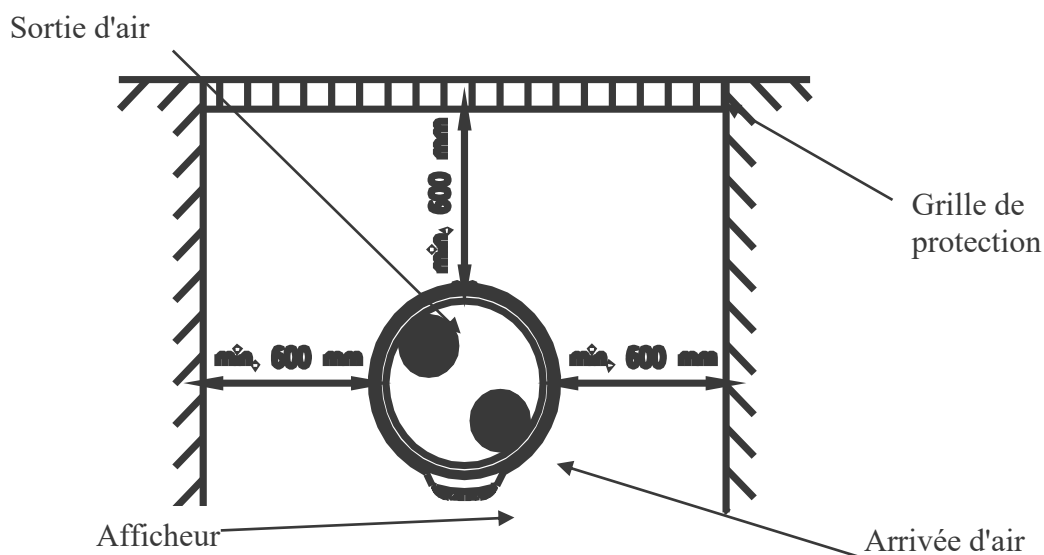
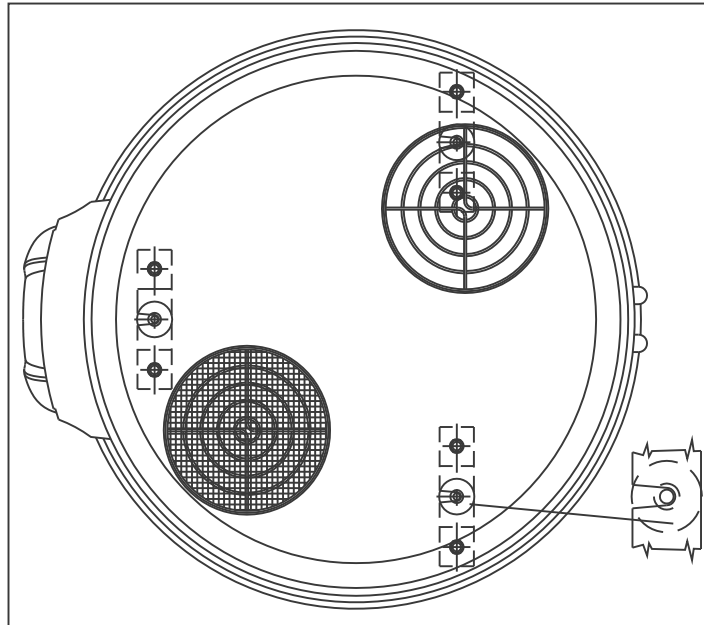

Figure 2.4-1.
Figure 2.4-5.
- c) Fixation des pieds : assurez-vous que le sol est plat et suffisamment solide. A l'aide du « gabarit de perçage » (annexé au livret de l'appareil) marquez la position de fixation des pieds, en gardant à l'esprit les dimensions de construction indiquées sur les figures 2.4-1 et 2.4-2.) du livret de l'appareil. Fixez les 3 fixations de pieds livrées avec l'appareil avec une vis d'au moins 8M et avec des tubes de fer forés dans le sol (M8X75), dans la position décrite à la figure 2.4.-3. Réglez les pieds réglables de l'appareil à environ 26 mm (cf. figure 2.4-5.) Poussez doucement l'appareil en direction des pieds déjà fixés au sol, de manière à placer les pieds réglables au dessus des encoches ouvertes sur le fixateur de pied (figure 7.1.-5).